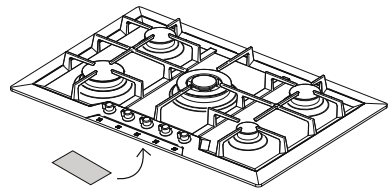

Fig. 1 : emplacement de la plaquette d'identification
**La plaquette d'identification**, avec les données technique, le numéro de série et le marquage **est visiblement positionnée sous le carter** [Fig. 1].